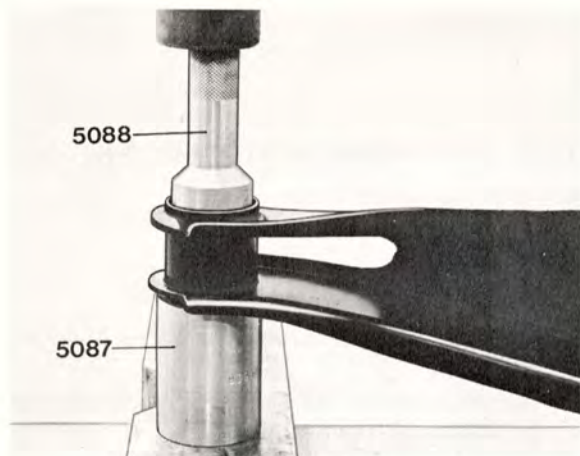

Bild 7-11.
5. Pressa ur bärarmens främre bussning med 999 5088 och 999 5087 som mothåll (bild 7-11).